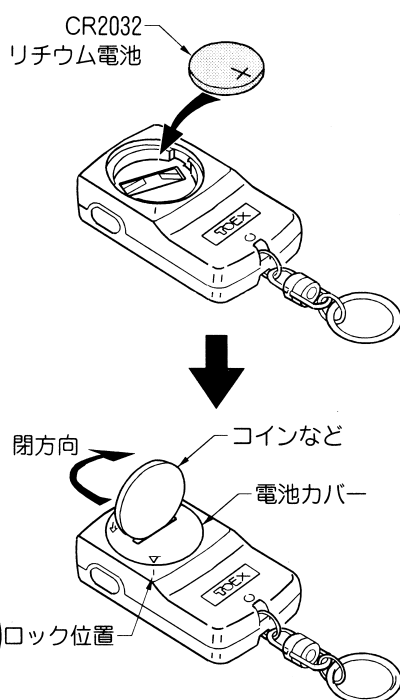

図2
- ②電池は「+マーク」が見える向き(上側)ではめ込みます。(図2 参照)
(図2 参照)
・「マーク」を合わせます。「締め忘れ」に注意してください。(図2「位置マーク」参照)